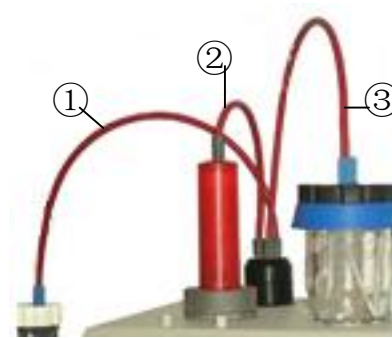

图 5-6
① 进液管（图 5-6 中的①），一端安装在换向阀上右侧后面的安装孔内（出厂时已经安装好），另一端套好蓝色手拧接头（螺纹端向外）和液管密封圈（锥端向外）后插到卡氏液瓶盖上拧紧。（注：卡氏液瓶内一端的白色聚四氟乙烯管要插到液面最下方。）
② 过桥管（图 5-6 中的②）两端分别安装在换向阀上左侧和泵头上端的安装孔内（出厂时已经安装好）。
③ 滴定管（图 5-6 中的③），一端安装在换向阀上右侧前面的安装孔内（出厂时已经安装好），带有迷宫的一端套好蓝色手拧接头（螺纹端向外）和液管密封圈（锥端向外）后插到滴定池上盖上拧紧。（注：滴定池内带有迷宫的一端要插到距液面最近处。）